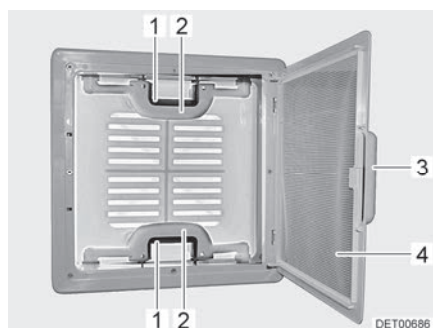

Fig. 29 Lanterneau à pousoirs
- Tirer sur la poignée (Fig. 29,3).
- Rabattre la moustiquaire (Fig. 29,4) vers le bas.
- Appuyer sur le verrou (Fig. 29,1) vers l'intérieur du lanterneau. Pousser le lanterneau simultanément vers le haut par la poignée (Fig. 29,2).
- Faire basculer la moustiquaire (Fig. 29,4) vers le haut jusqu'à ce qu'elle s'enclenche.
- Tirer fortement le lanterneau vers le bas par les deux poignées (Fig. 29,2) jusqu'à ce que les deux poussoirs (Fig. 29,1) s'encliquettent.